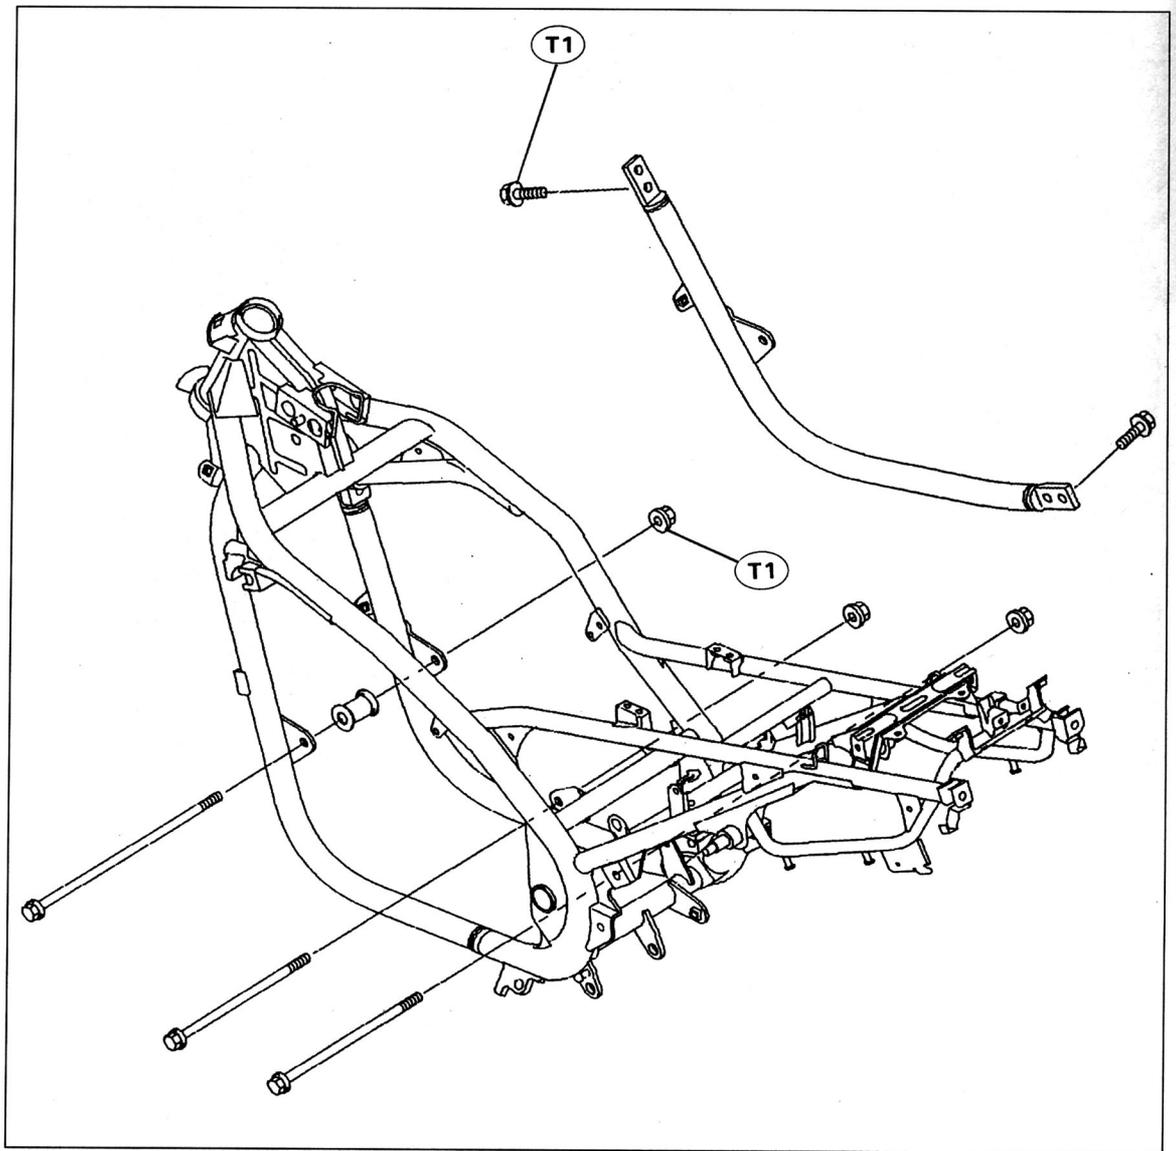

Bild 211
- Sämtliche Motor-/Rahmen-Verbindungen anziehen (Anzugsmomente Bild 211).